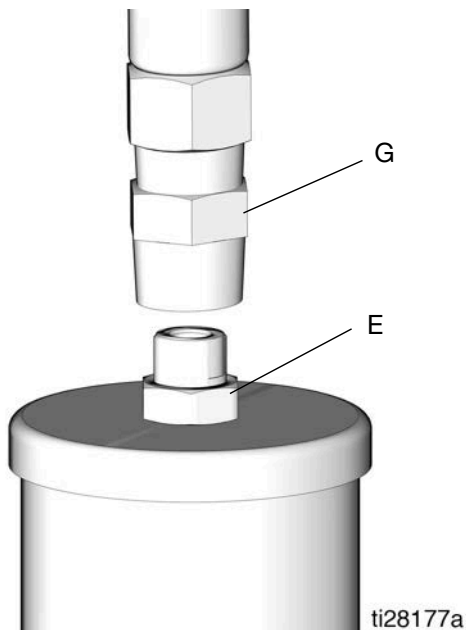

FIG. 6
3. Desconecte la línea de suministro de lubricante (G) de la salida de la bomba (E) (FIG. 6).
5. Haga funcionar la bomba unos cuantos carreras hasta que salga grasa, sin aire, por la salida de la bomba (E) (FIG. 6).